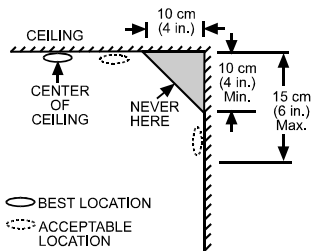

图 8. 最佳安装位置建议
- 将探头尽可能的往天花板的中心位置安装。如果不可能这样做，则要求将探头安装在距离墙或墙角10厘米以上的位置。如图8所示）。
- 如果无法在天花板安装，则可在当地规定容许的情况下安装在墙面。在墙面安装时请注意将探头安装在里天花板10-15公分的地方。如图8所示：
- 在屋顶或墙角和天花板的空间空气不够流动。不流通的空气能使探头无法探测到烟尘的发生。见图8和9来看合适的安装位置。